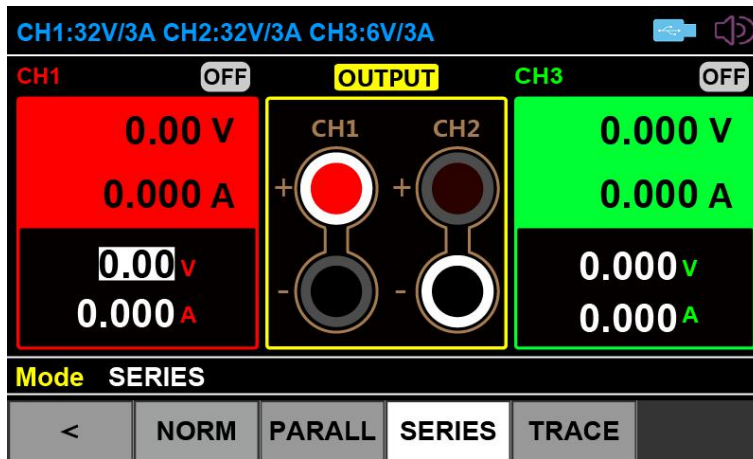

图 3-9 串联模式
(2) CH1、CH2 串联输出模式操作。按下“SERIES”对应的按键，选择串联模式，串联（SERIES）输出模式界面如图 3-9 所示：